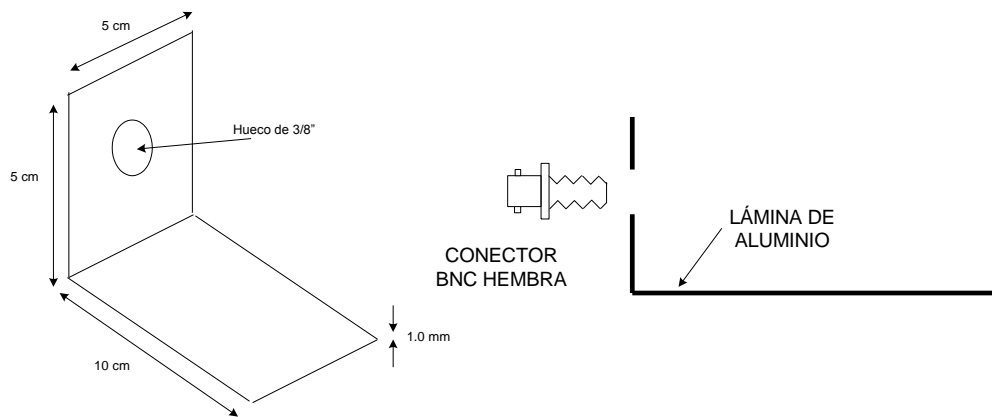

Figura 9. Soporte de aluminio para fijar la conexión hembra del electrodo.
--Colocar el conector BNC en un pequeño soporte de aluminio doblado en forma de "L" tal como se aprecia en la figura 9.